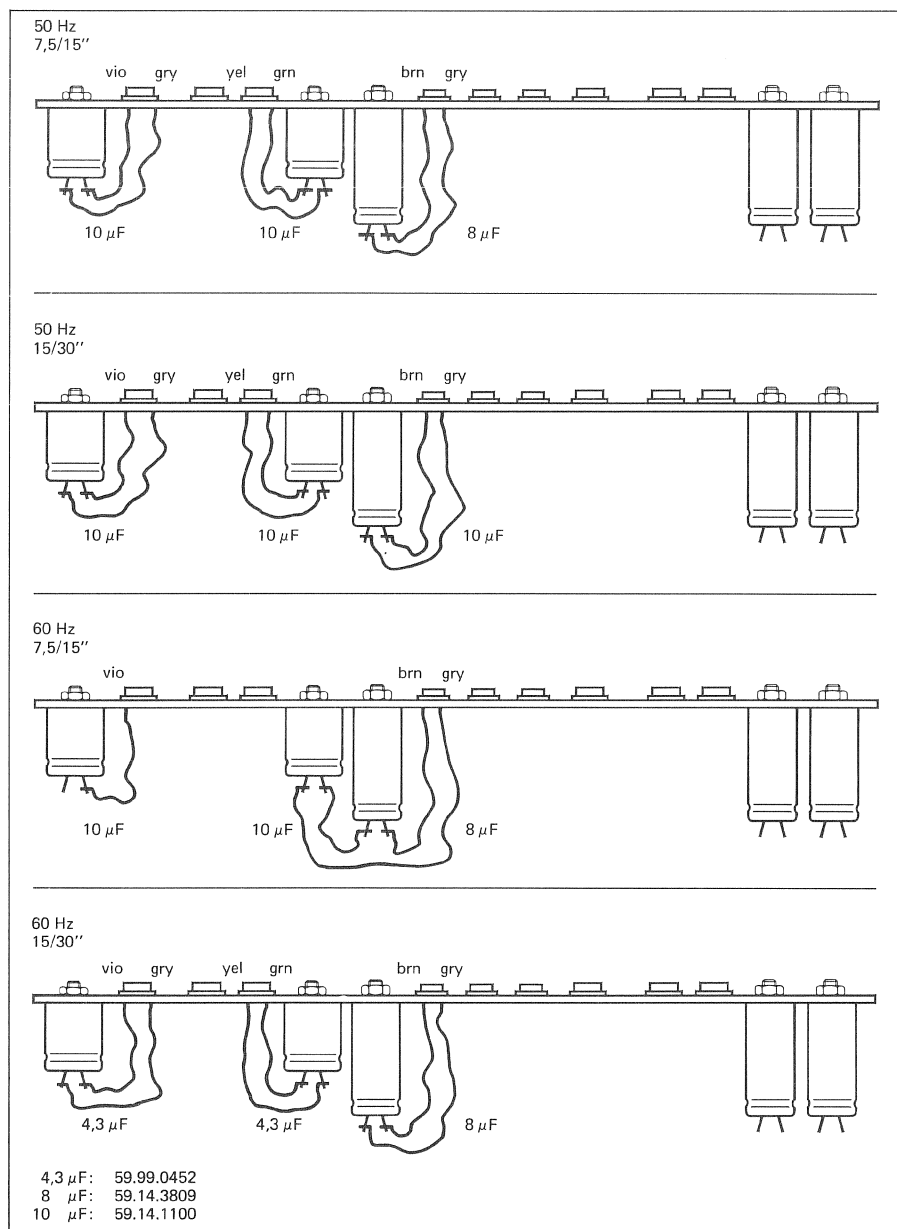

Fig. 2.3
- Verdrahtung der Phasenschieberkondensatoren kontrollieren (siehe Fig. 2.3).
- Check wiring of phase-shifting capacitor (see Fig. 2.3).